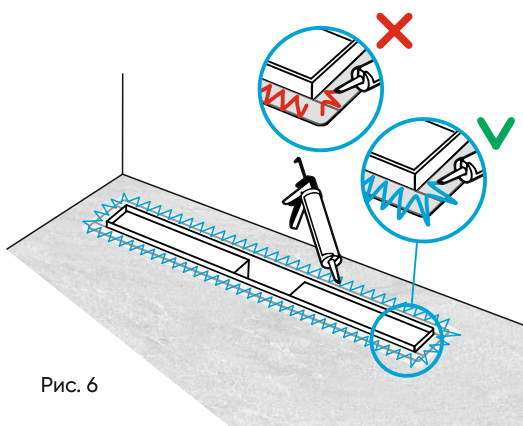

Рис. 6
5. Нанесите герметик на края корпуса (рис. 6).